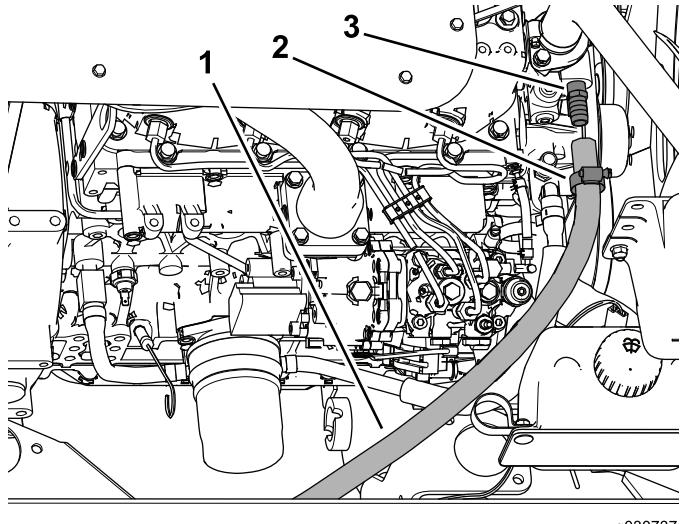

Figura 39
- Coloque la abrazadera sobre la manguera de suministro y luego coloque la manguera sobre el acoplamiento dentado (3/8" NPT x 0,625), según se muestra en Figura 39.